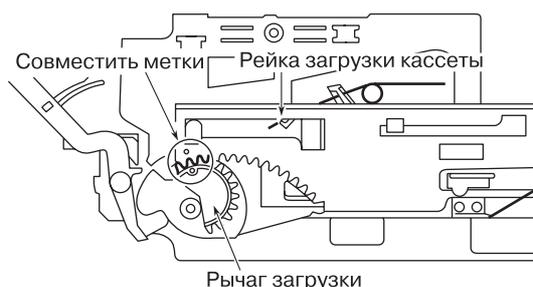

Рис. 5. Фазировка кассеты приемника
- устанавливают правую плату кассетоприемника (VXA5740), сфазировав предварительно по меткам рычаг загрузки и зубчатую рейку загрузки (рис. 5);